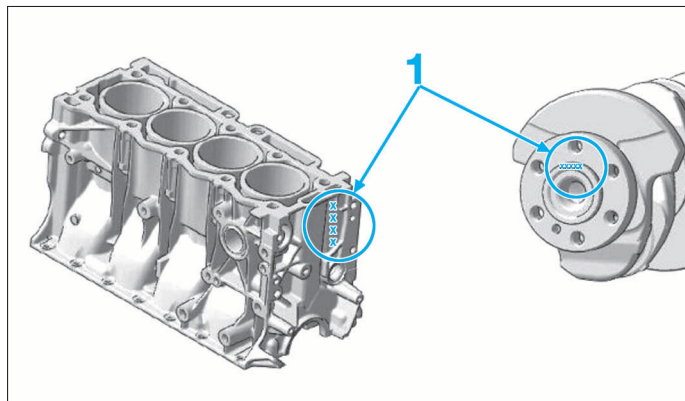

FIG. 11
Les classes des coussinets de palier de vilebrequin sont reportées sur le bloc moteur et sur le vilebrequin en (1) (Fig.11). Le premier caractère correspond au palier N° 1, le deuxième au palier N° 2, ainsi de suite.